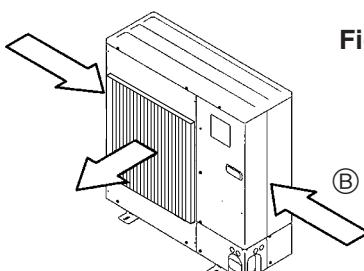

Fig. 2-5
- ③ Placer l'appareil de sorte que la sortie d'air souffle dans la direction perpendiculaire à celle des vents saisonniers, si celle-ci est connue. (Fig. 2-5)
- ④ Guidage de sortie d'air
- ⑤ Placer l'appareil de sorte que la sortie d'air souffle dans la direction perpendiculaire à celle des vents saisonniers, si celle-ci est connue. (Fig. 2-5)
- ⑥ Sens du vent